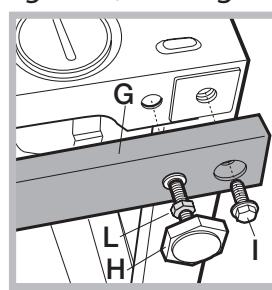

Fig. 11
Se desejar levá-la a uma altura superior à acima indicada, para chegar até a 870 mm., será necessário utilizar os seguintes acessórios: as 2 travessas (G); os 4 pés (H); os 4 parafusos (I); as 4 porcas (L), portanto realize as seguintes operações (fig. 11):